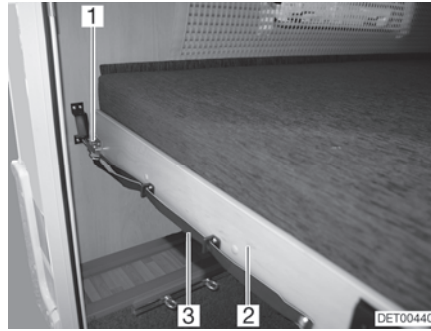

Fig. 78 Litera (parte trasera)
- Tirar del lazo (Fig. 78,3) y soltar el pestillo (Fig. 78,1).
- Tirar el somier (Fig. 78,2) junto con el colchón hacia delante hasta que engatille.